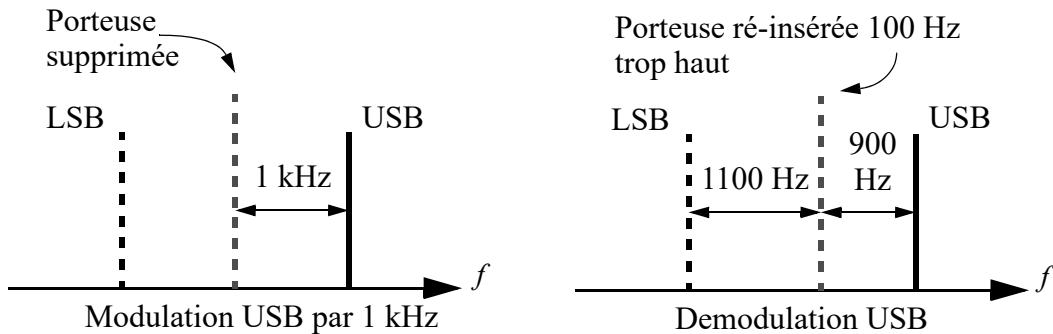

Figure 5.23 À gauche, modulation USB par un signal de 1 kHz. À droite, exemple de démodulation, mais avec la porteuse (BFO) ré-insérée 100 Hz trop haut.
- 5.23 Lors du processus de modulation AM, les signaux BF de modulation se retrouvent de part et d'autre de la porteuse (qui sera supprimée dans le cas de la BLU). La distance (fréquentielle) est égale vers le haut (bande latérale supérieure) et vers le bas (bande latérale inférieure) et correspond à la fréquence du signal de modulation (*Figure 5.23* – gauche).
Si l'on décale la fréquence de réception de Δ Hz vers le haut, l'écart entre la porteuse localement régénérée (fréquence de réception) et le signal reçu va diminuer de Δ Hz. Ceci va décaler le signal démodulé vers le bas dans le cas de la bande latérale supérieure – USB (translation de la gamme de 300 Hz à 3000 Hz vers 300 Hz – Δ Hz à 3000 Hz – Δ Hz) voir *Figure 5.23* – droite. Voir aussi réponses 6.20 * page 92 et 6.29 * page 93. Ici la bonne solution est a).